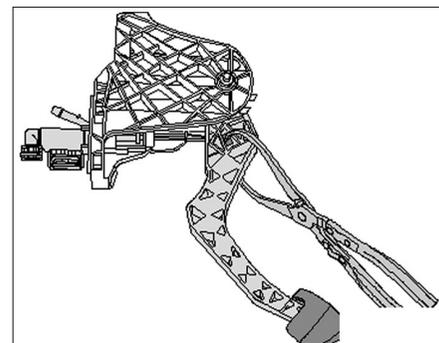

Fig. 12
- Déverrouiller l'axe de l'émetteur de la pédale à l'aide d'une pince appropriée (Fig.12).